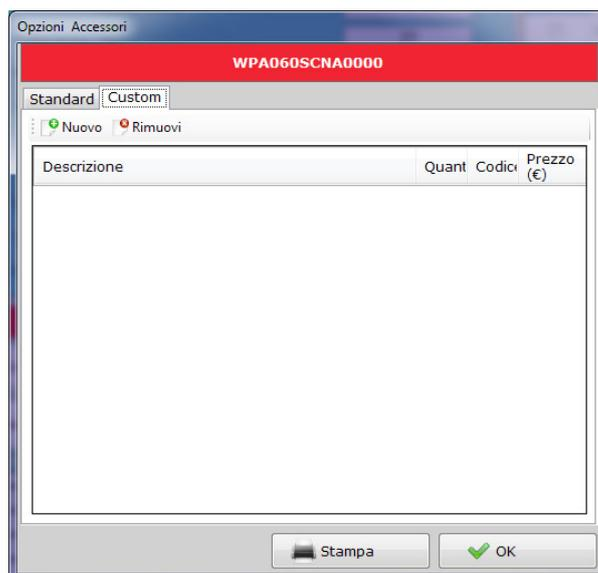

Fig.2 - Sezione con righe libere
- **Custom:** sezione che permette di inserire righe libere nelle specifiche finali (Fig.2)